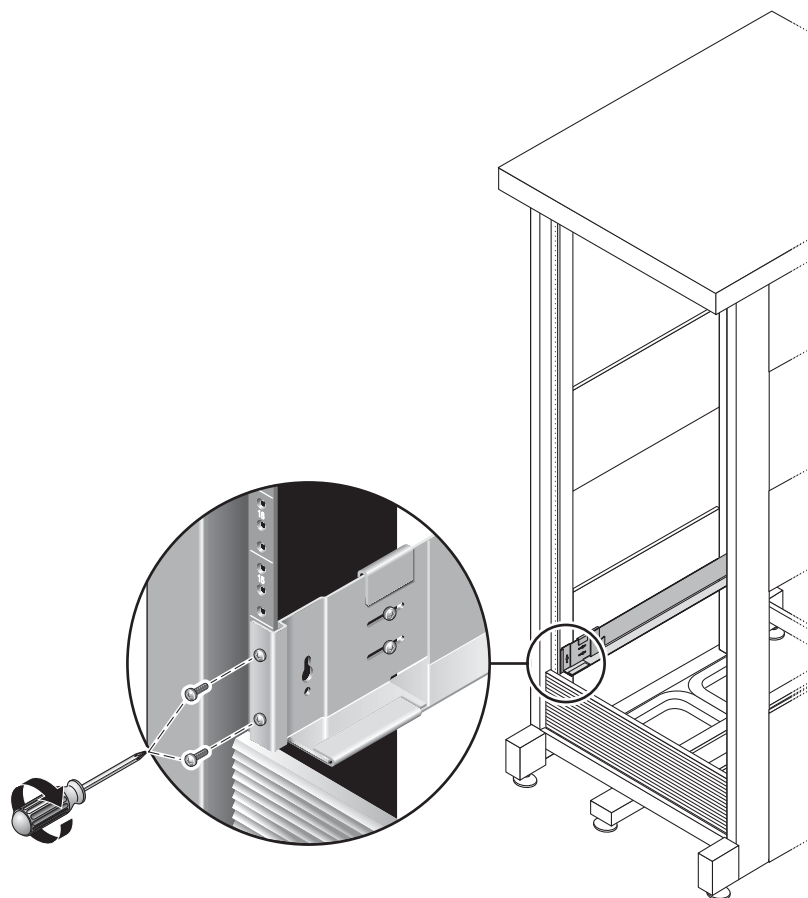

図 2-11 右側レールのキャビネット背面への固定
7. プラスのねじ回し (Phillips の 3 番) を使用して、レールの背面の左右両方に M6 ねじを挿入し、しっかりと締めます (図 2-11)。